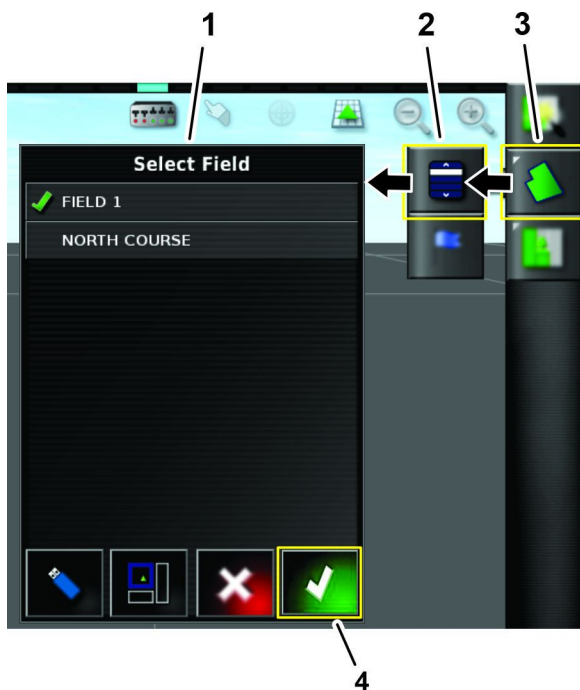

Figure 68
6. Sélectionnez le nom du champ existant (Figure 68).